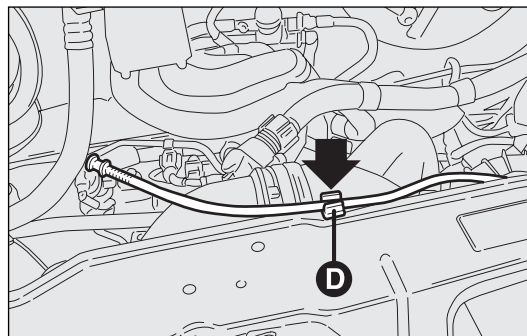
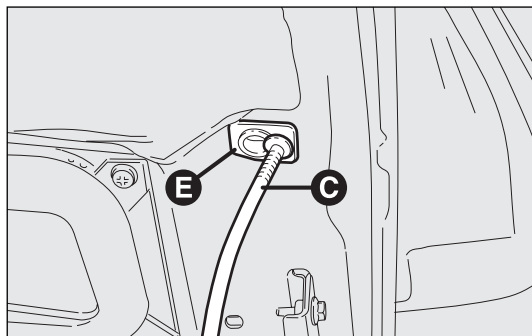

fig. 131
fig. 132
- til de motorkap op en trek gelijktijdig de steunstang fig. 131 uit de klem D; steek vervolgens het uiteinde van de stang C-fig. 132 in de zitting E op de motorkap.
- ❑ houd de motorkap met een hand omhoog, trek met de andere hand de stang C-fig. 132 uit de zitting E en plaats de steunstang terug in de klem D-fig. 131;